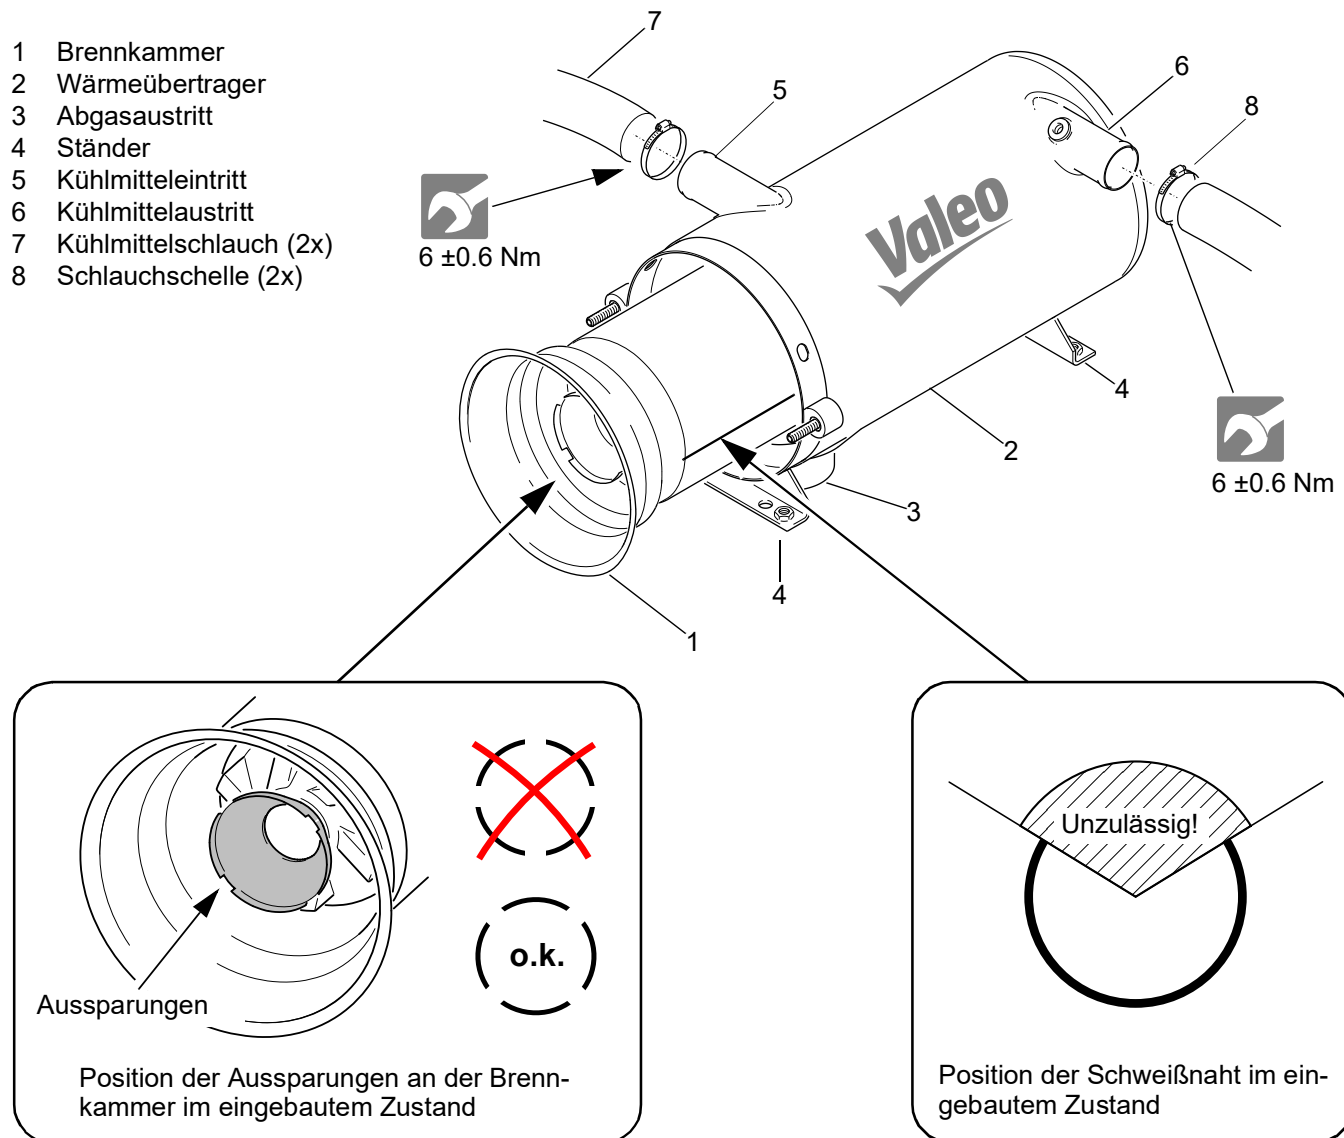

Abb. 808 Aus- und Einbau Brennkammer
2. Brennkammer (1, Abb. 808) aus dem Wärmeübertrager (2) herausziehen.
1. Brennkammer (1, Abb. 808) bis zum Anschlag in den Wärmeübertrager (2) schieben. Dabei auf die Lage
- Die Brennkammer so in den Wärmeübertrager einsetzen, dass sich die Schweißnaht des Brennrohres im Bereich zwischen 2 und 10 Uhr (nicht oben!) befindet (Abb. 808). Eine Veränderung dieser Position im Rahmen der Wartung ist zulässig und für die Lebenserwartung der Brennkammer günstig.
- Die Aussparungen beim Einbau der Brennkammer wie in Abb. 808 positionieren. Nachtropfender Brennstoff aus der Düse wird so in einem Reservoir zwischen Scheibe und Brennkammer aufgefangen und verbrennt beim nächsten Brennbetrieb, statt das Heizgerät zu verschmutzen.
3. Kombischrauben (2) entfernen und Brennerkopf (1) vom Wärmeübertrager lösen.
4. Ggf. Spannschelle für die Abgasleitung am Abgasaustritt (3, Abb. 808) lösen.
1. Brennkammer (1) korrekt im Wärmeübertrager (2) positionieren (siehe Abb. 808).
3. Wärmeübertrager (2, Abb. 808) in Einbaulage bringen und Ständer (4) je nach verwendeten Befestigungspunkten mit Schrauben, Muttern und Unterlegscheiben am Fahrzeug befestigen.
4. Ggf. Abgasleitung am Abgasaustritt (3) mit Spannschelle befestigen.
5. Kühlmittelschläuche (7) auf Kühlmittleintritt (5) und -austritt (6) aufstecken und mit Schlauchschellen (8) sichern.